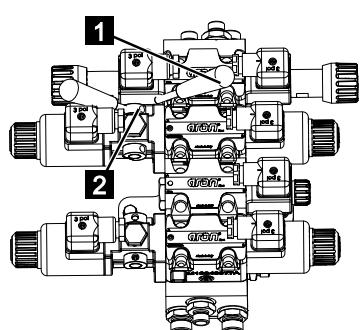

Abb. 121
5. Den herausgeschraubten Bedienhebel (Abb.121/1) in die Bohrung (Abb.121/2) eindrehen.